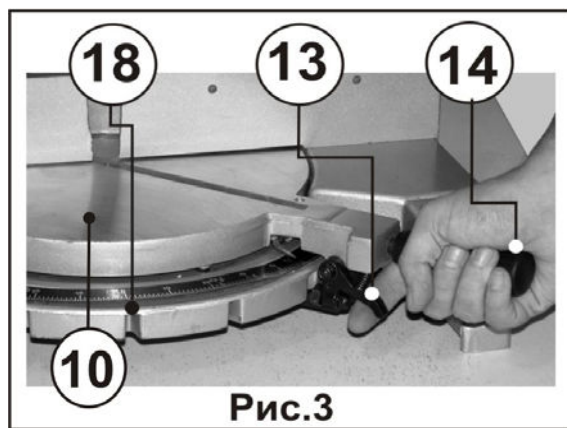

Рис.3
8.2. Поворот стола в положение 0°, (рис.3)
- Ослабьте ручку фиксации поворотного стола (14) на 1 оборот поворотом ее против часовой стрелки и потяните за курок плунжера (13) в соответствии с рисунком. Вращайте поворотный стол (10) влево до фиксации плунжера в упоре (18), соответствующем 0°. Зафиксируйте положение ручкой фиксации (14).
Ваша пила может пилить под любым углом от прямого - 90° до 47° влево или вправо (по показаниям шкалы). Ослабьте ручку фиксации поворотного стола (14), потяните за курок плунжера (13) и поверните стол (10) ,Рис.3, на желаемый угол. **Затяните ручку фиксации поворотного стола (14), Рис.3.**
Пила снабжена фиксаторами плунжера в упоре (18) под углом 0°, 22,5° и 45° влево и вправо. Поворачивайте ручку фиксации поворотного стола (14) до тех пор, пока плунжер не войдет в один из фиксаторов (18), три из которых видны на Рис.3. **Затяните ручку фиксации поворотного стола (14), Рис.3.** Для снятия со стопора потяните курок плунжера (13), Рис.3.
ПОМНИТЕ: ВСЕГДА ЗАТЯГИВАЙТЕ РУЧКУ ФИКСАЦИИ ПОВОРОТНОГО СТОЛА (14) ПЕРЕД ПИЛЕНИЕМ , Рис.3,